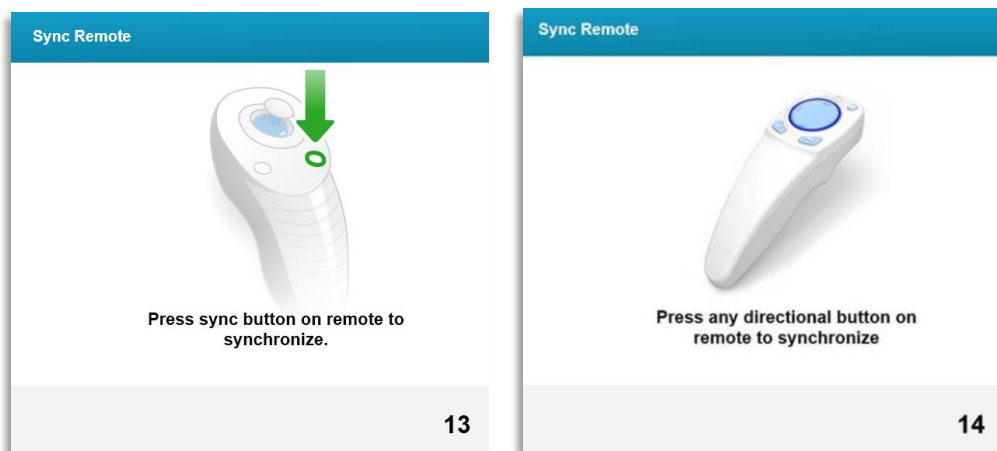

Figura 3-16. Sincronizar mando
- o Si el usuario tiene la tarjeta de tratamiento introducida en la ranura mientras programa parámetros de tratamiento que están fuera los valores permitidos controlados por la tarjeta RFID, aparecerá el siguiente mensaje y no se podrá seleccionar "Realizar tratamiento" (Perform treatment), tal como se muestra en la figura 3-16.
- El mensaje "Sincronizar mando de alineación" (Sync alignment remote) se mostrará en pantalla durante 15 segundos, tal como se muestra en la figura 3-16.